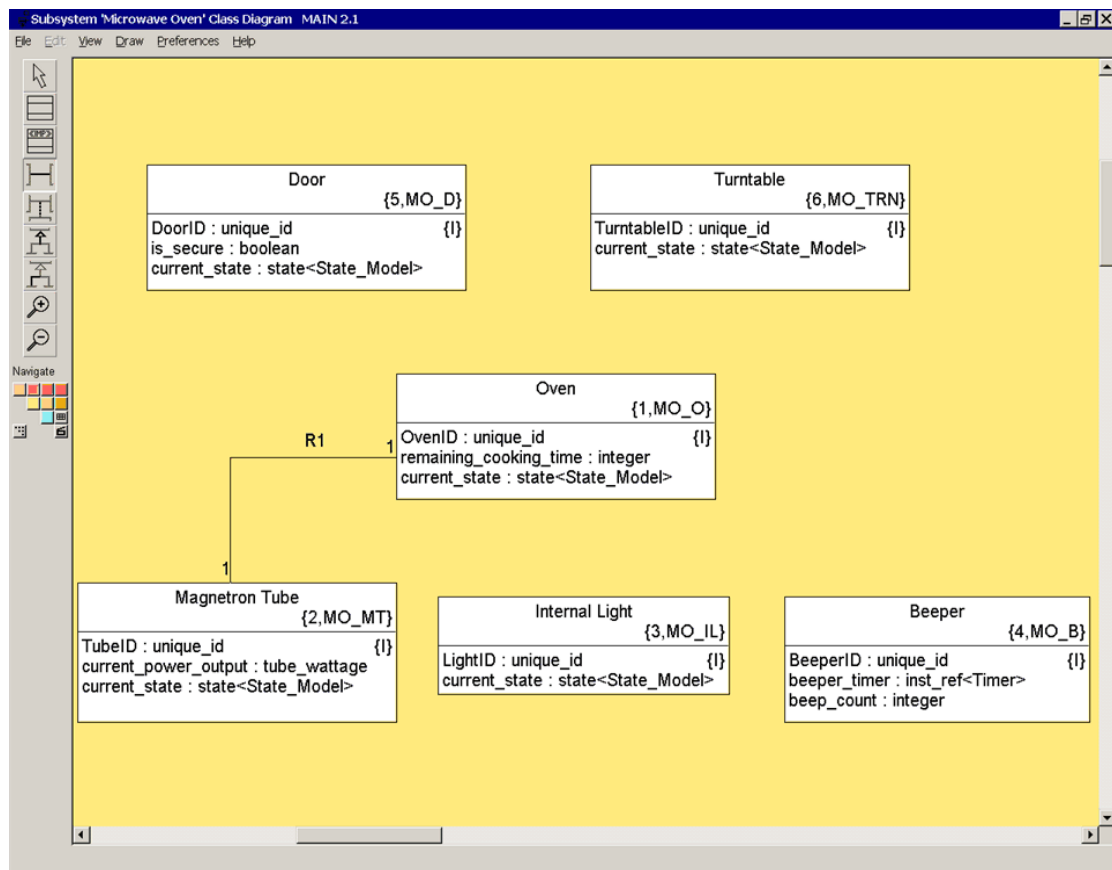

図 5-12: 関係が追加されたクラス図
- ☐ 左クリックし、ボタンを押したままにします。[Oven] クラスボックスの内側までアングルポイントをドラッグします。マウスボタンを離します。2つのクラスの間、R1 関係が再び作成されます（図 5-12）。